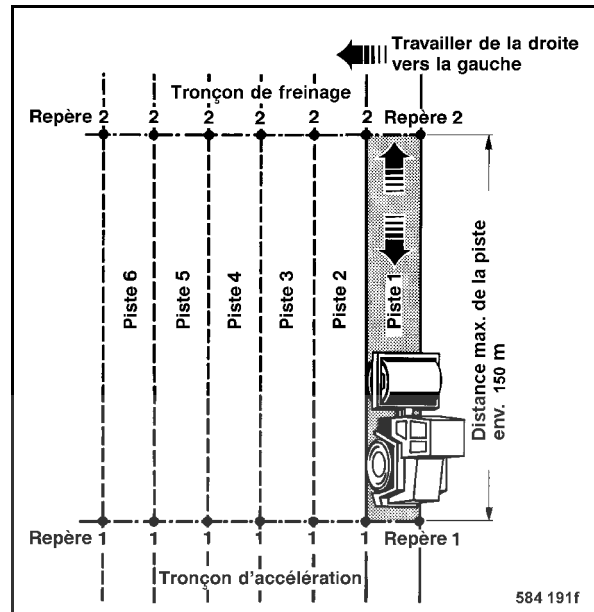

fig. 88
- Marquer la piste à compacter (fig. 88).